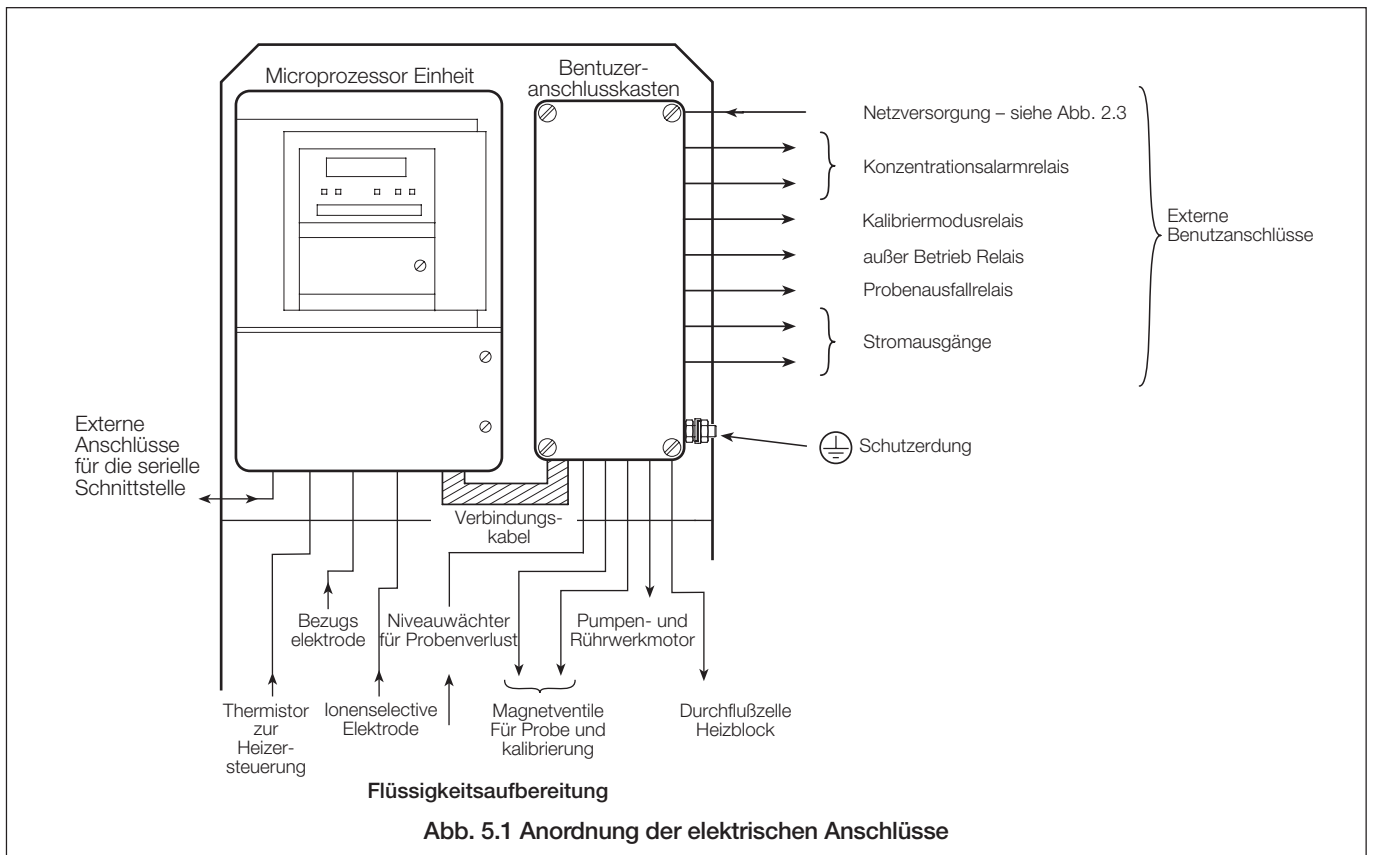

Abb. 5.1 Anordnung der elektrischen Anschlüsse
5.1 Aufbau der Elektronik – Abb. 5.1